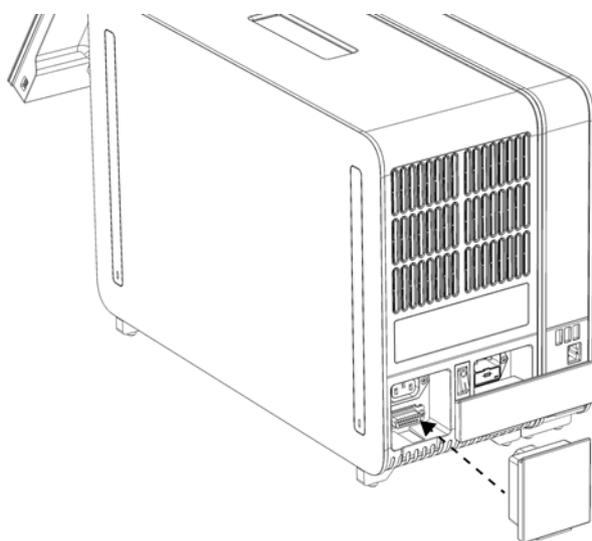

Figura 9. Conectando a Ponte de terminação.
6. Conecte a Ponte de terminação na parte traseira do Módulo analítico (Figura 9).